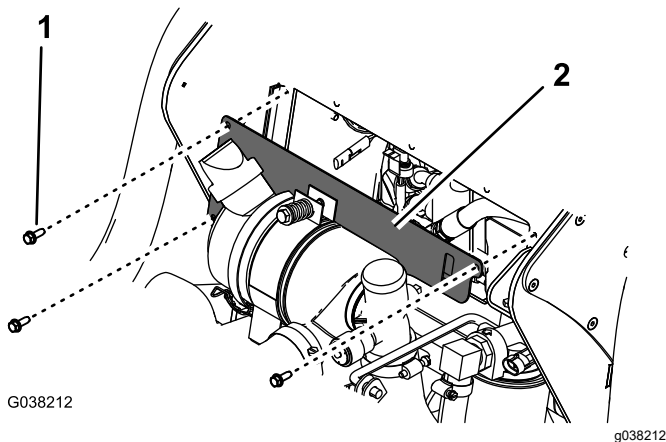

Bild 35
3. Richten Sie die Löcher in der Abdeckplatte (Bild 35) mit den Löchern in der Vorderseite des Bedienfeldrahmens aus.